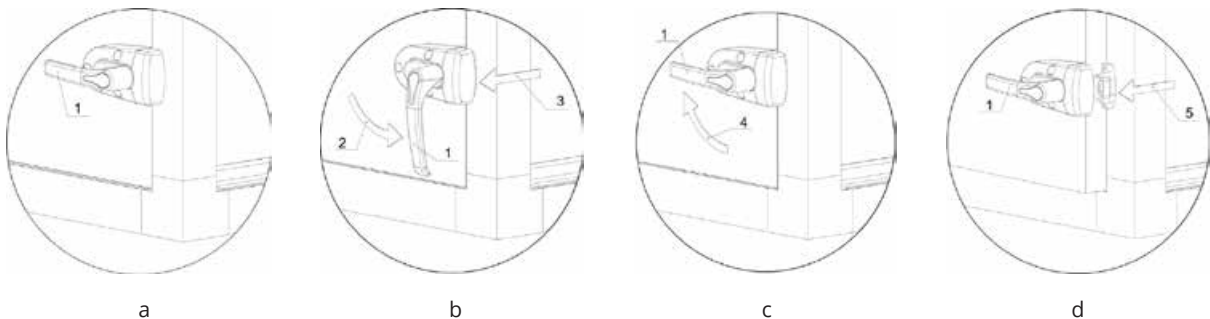

Abbildung 7.5.1 (a, b, c, d) – Zugangsstüröffnungssequenz.
Die Zugangstüren der Klimageräte sind mit einem Türgriff mit Überdruckschutz ausgestattet. (siehe *Abbildung 7.5.1 a*), das den Griff in geschlossener Stellung zeigt. Die Verriegelung des Zugangsdeckels befindet sich auf der Außenseite des Gerätes.
Türöffnungs-Sequenz (*Abbildung 7.5.1*):
2. Griff 1 drehen in Richtung 2 (*Abbildung 7.5.1 b*).
4. Den Griff in Richtung 4 drehen (*Abbildung 7.5.1 c*).
6. Ziehen Sie den Griff in Richtung 5, um die Zugangstür zu öffnen (*Abbildung 7.5.1 d*).